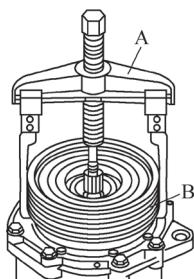

图 5-43 拉出多楔带轮
- ⑥ 将通用顶拔器 A 装到台肩 B 上，拉出多楔带轮（图 5-43）。